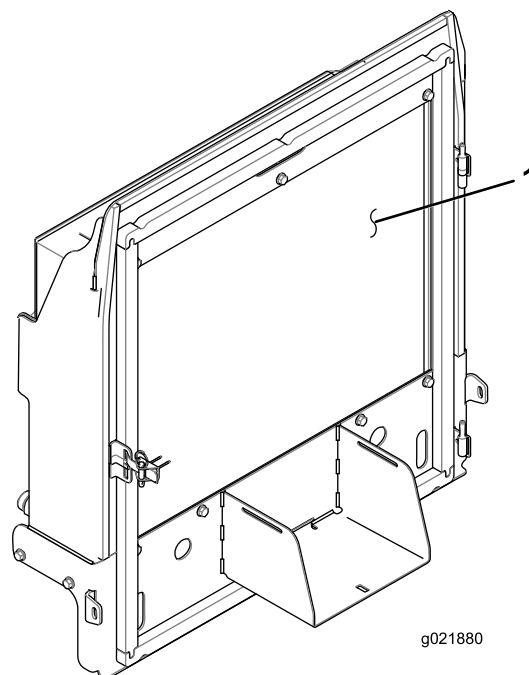

Figure 143
4. Nettoyez soigneusement les deux côtés du radiateur/refroidisseur d'huile à l'air comprimé (Figure 143).